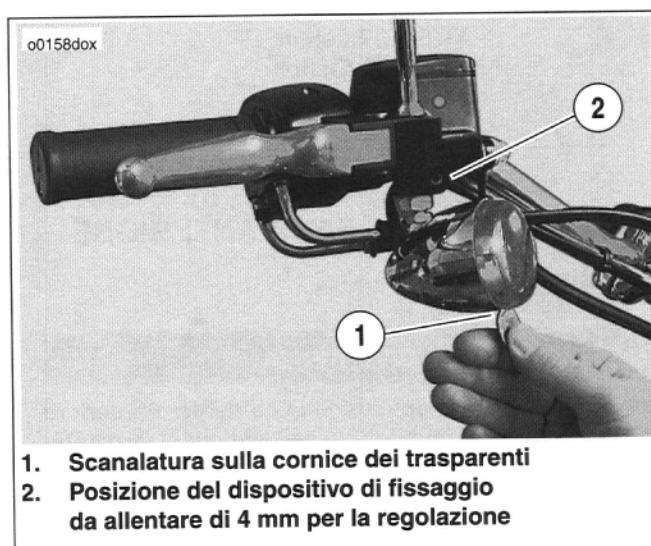

Figura 49. Cornice dei trasparenti
1. Vedere la Figura 49. Per accedere alle lampadine degli indicatori di direzione anteriori o posteriori per sostituirle, individuare la scanalatura sulla cornice dei trasparenti degli indicatori di direzione.
Vedere la Figura 49. Per allineare gli indicatori di direzione, allentare di 4 mm il dispositivo di fissaggio Allen a esagono incassato sotto l'indicatore, regolare quest'ultimo e serrare il dispositivo di fissaggio.